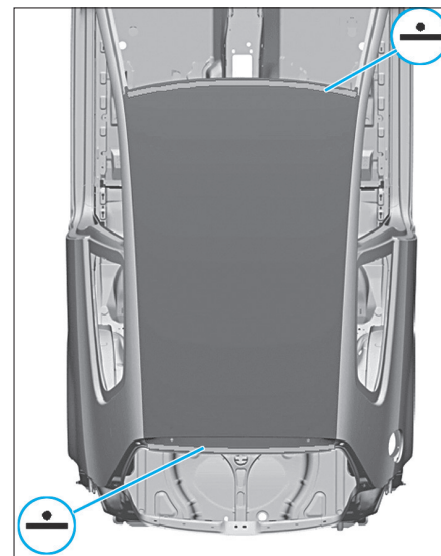

FIG. 115
- Souder le toit à l'avant dans la baie de pare-brise et dans la baie de hayon à la pointeuse électrique (Fig.115).